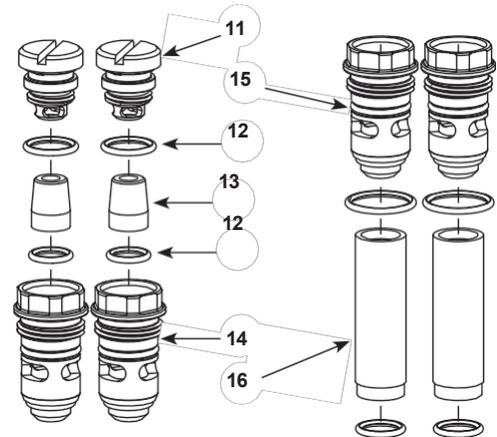

図 25 流体化チューブへの継手の組み立て
4. 図 25 を参照してください。チェックバルブ (13) を組み立てる O リング (12)、アクセスプラグ (14)、およびフィッティング キャップ (11) を、流動管 (16) を交換する前に一緒に取り付けます。次に、それが完了したら、完全なアクセスプラグ (15) と追加の O リングを流動化チューブ (16) に組み立てます。